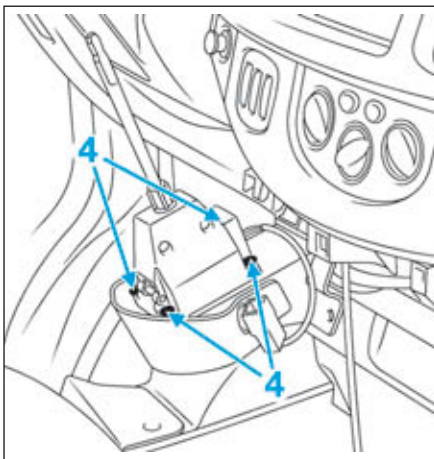

FIG.54
- Déposer les vis (4) de fixation du boîtier de commande de vitesses (Fig.54).